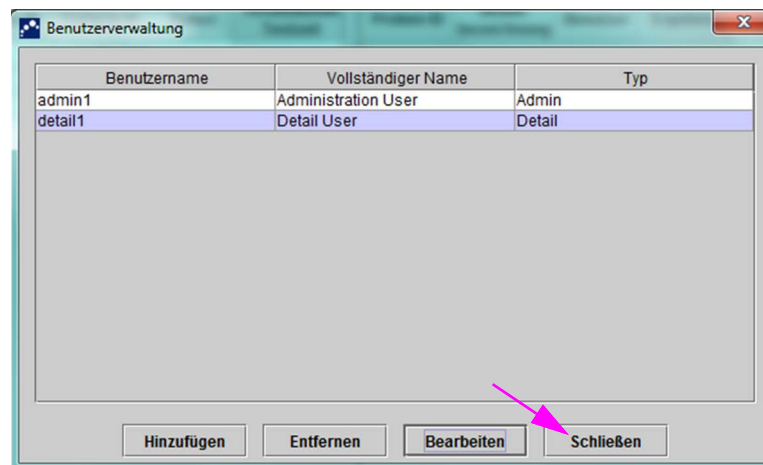

Abbildung 2-76. Dialogfeld „Benutzerverwaltung“ nach dem Entfernen eines Benutzers
3. Klicken Sie auf **Entfernen**. Der Benutzer wird entfernt. Siehe Abbildung 2-76.
4. Um weitere Benutzer zu entfernen, wiederholen Sie Schritt 2 und Schritt 3. Wenn keine weiteren Benutzer zu entfernen sind, klicken Sie auf **Schließen** (vgl. Abbildung 2-76).